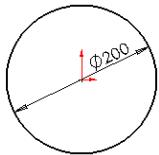
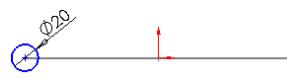

图 4-36 标注的草图
图 4-37 标注的草图
**03** 标注尺寸。在菜单栏中选择“工具”→“标注尺寸”→“智能尺寸”命令，或者单击“尺寸/几何关系”工具栏中的“智能尺寸”图标按钮 $\text{D}$ ，标注上一步绘制圆的直径。结果如图 4-36 所示，然后退出草图绘制状态。
**06** 标注尺寸。单击“尺寸/几何关系”工具栏中的“智能尺寸”图标按钮 $\text{D}$ ，标注绘制圆的直径，结果如图 4-37 所示，然后退出草图绘制状态。
**07** 扫描实体。在菜单栏中选择“插入”→“凸台/基体”→“扫描”命令，或者单击“特征”工具栏中的“扫描”图标按钮 $\text{S}$ ，此时系统弹出“扫描”属性管理器。在“轮廓”一栏中，选择图 4-37 中绘制的圆；在“路径”一栏，选择图 4-36 绘制的圆。单击属性管理器中的“确定”图标按钮 $\checkmark$ 。